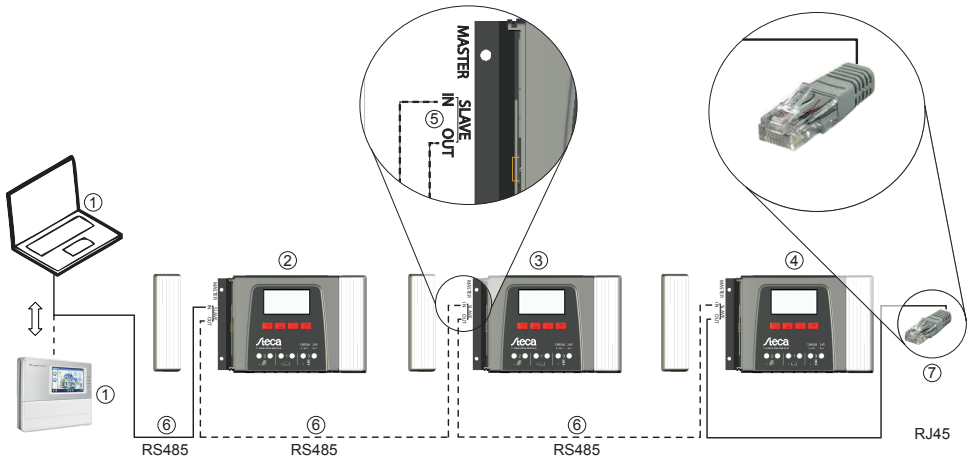

Abb. 2: Verkabelung des Slave-Bus
- Es darf nur 1 Master angeschlossen sein ① (Abb. 2). Mögliche Master: PC oder Datenlogger oder ein anderes, für Inselanlagen geeignetes Master-Gerät von Steca.
- Jeder Slave ②, ③, ④ muss eine eigene Adresse im Bereich von 1 bis 99 haben; keine Adresse darf doppelt vorkommen. Slave-Adresse des Reglers einstellen unter „Hauptmenü“ ▶ „Einstellung System“ ▶ „RS485 Slave-Adresse“.
- Der Master an einem Ende des Busses und der Slave am anderen Ende müssen terminiert sein ⑦; siehe Master-/Slave-Anleitung.
- Buskabel ⑥: RJ45-Standardkabel (Cat-5 Patch-Kabel, 1:1, nicht mitgeliefert; zur Länge siehe ☞ 18.2).